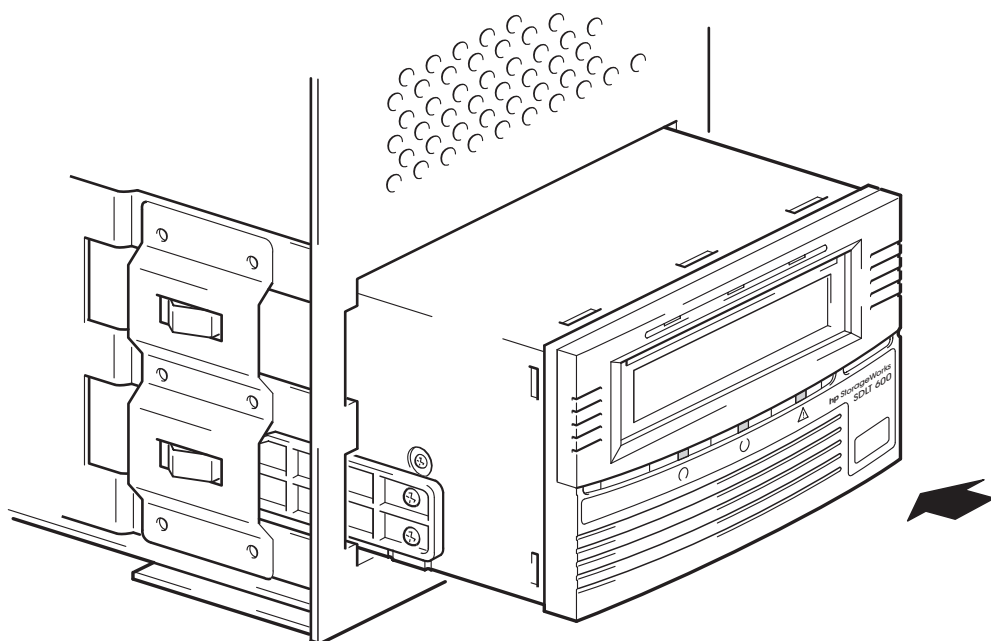

Abbildung 6: Einbauen des Laufwerks
- 1 Schieben Sie das Bandlaufwerk in den freien Laufwerkseinschub, und richten Sie dabei die Schienen an den Vertiefungen im Einschub aus (siehe Abbildung 6).